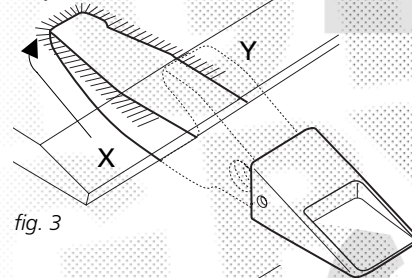

fig. 3
- 3 Colocar puntos de iniciación tal como se muestra en la figura, teniendo en cuenta que deberán quedar unos 25 mm. por la parte frontal sin soldar (fig. 3).